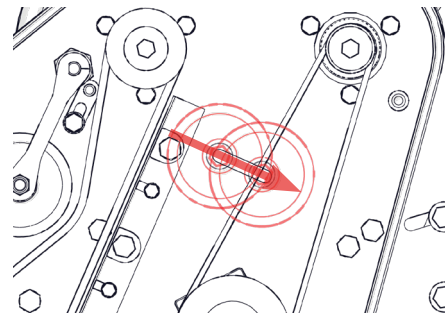

Fig.14I - Régler la poulie pour ajouter de la pression sur la courroie.
- iii. Réglez la poulie de tendeur pour ajouter de la tension à la courroie, puis serrez. Testez la tension en entortillant la courroie entre le pouce et l'index. Entortillez la courroie selon un angle compris entre 70 et 90° (Fig.14I), ou avec une force de 350 N appliquée à l'aide d'une jauge de tension de courroie. Réglez à nouveau la poulie de tendeur si nécessaire, en appliquant plus ou moins de contact pour obtenir ces valeurs.